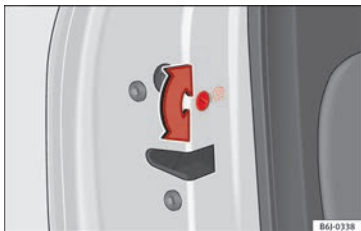

Fig. 144 Sicura per bambini della porta sinistra.
porte a sinistra »»» **fig. 144** e in senso orario per le porte a destra.
- Con la porta aperta, girare con la chiave del veicolo la feritoia in senso antiorario per le porte a destra e in senso orario per le porte a sinistra »»» **fig. 144**.